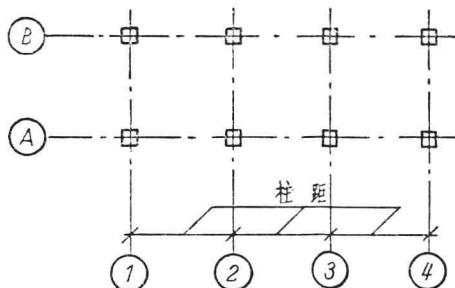
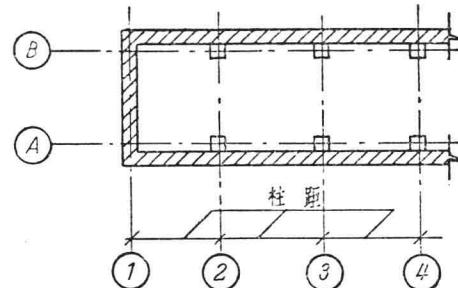

图 4 柱距注法之一
图 5 柱距注法之二
(1) 查明标题、比例及看懂注解。
(2) 查看总长尺寸和总宽尺寸。知道了总尺寸后, 就可了解新建的房屋要占多大面积。
(3) 查看柱距。柱距是指柱子中心线到邻近另一柱子中心线的距离, 如图 4。当房屋端部没有柱子时, 可从山墙中心线算起, 如图 5。同时把每排柱子连同山墙在内, 从左到右地用阿拉伯数字编号, 在垂直方向也用汉语拼音字母从下到上地编成号码。这些号码就是轴线编号。有了这些编号的轴线, 就可以用来放灰线。如果施工中发现问题, 也便于查阅。